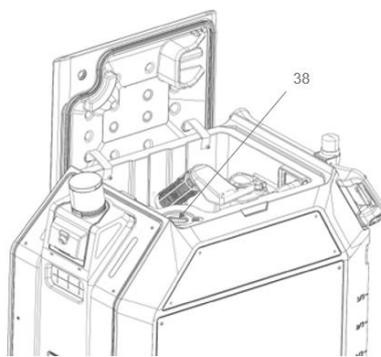

РИС.31
- 2) Откройте крышку резервуара чистой воды, как показано на РИС. 31.